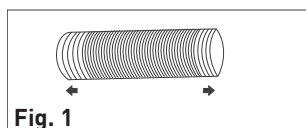

Fig. 1
2. Déployez légèrement une première extrémité du tuyau (Fig. 1), puis vissez-la dans l'adaptateur d'entrée (Fig. 2). Veillez à ce que le tuyau soit vissé au maximum dans l'adaptateur.